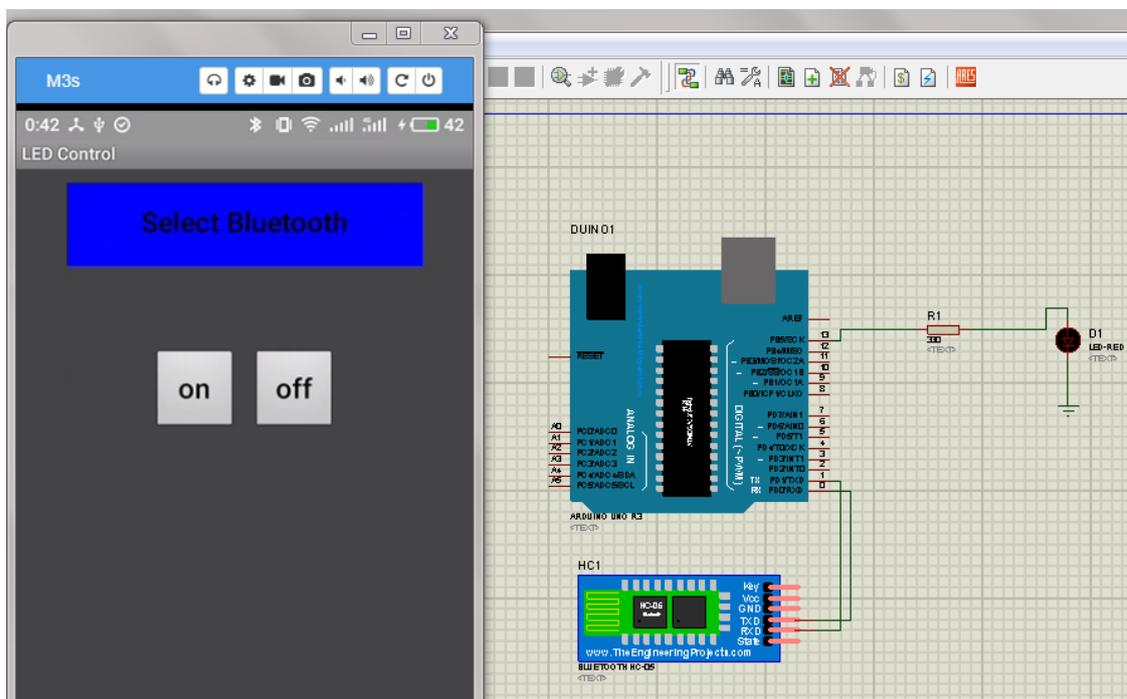

Рисунок 6.1 – Схема управления светодиодом через модуль Bluetooth
6.2.1 Собрать схему управления светодиодом по каналу Bluetooth и скачать приложение для управления светодиодом через Bluetooth модуль смартфона (рисунок 6.1).